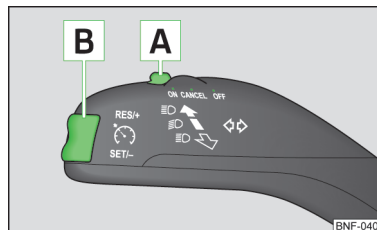

Fig. 80
- Tryk kontakten **A** » Fig. 80 til positionen **ON**.
- Tryk vippeknappen **B** » Fig. 80 på side 79 til positionen **RES**.
- Du kan **reducere** den gemte hastighed ved at trykke vippeknappen **B** » Fig. 80 på side 79 til position **SET**.
Du kan **midlertidigt deaktivere** fartpiloten ved at trykke kontakten **A** » Fig. 80 på side 79 til den fjedrede position **CANCEL** eller også træde på bremse- eller koblingspedalen.
- Tryk kontakten **A** » Fig. 80 på side 79 » Side 79 til positionen **OFF**.